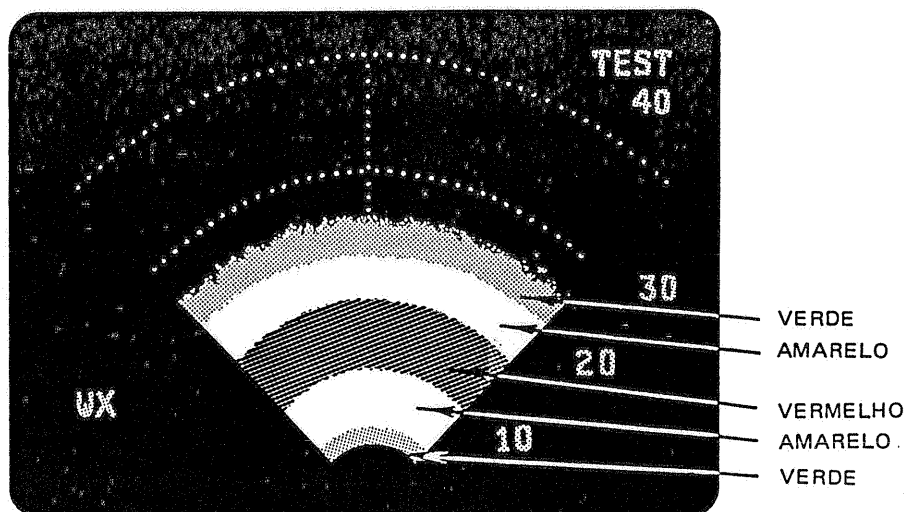

Figura 1-2. Imagem Típica de Padrão de Teste
- Verifique a indicação no vídeo. A imagem padrão para teste é para a modalidade de condições atmosféricas (Wx), com 40 milhas de alcance, um ângulo de varredura de 90° e contém todas as informações alfanuméricas para a modalidade de alcance e marcação de distância, como ilustrado na figura 1-2. A palavra "TEST" aparece no canto superior direito do vídeo.
- b) Observe a imagem. O padrão de teste aparece entre 7 ou 8 segundos após o seletor de função ter sido girado da posição "OFF" para a posição "TEST". Selecione o alcance para 40 milhas. O ponto exato do término do padrão de teste ou duração do alcance de cada cor "não é" importante. O que "é" importante é a presença das três cores distintas, na devida ordem (veja figura 1-2).
- c) Caso o indicador do seletor de função já esteja na posição ligado (ON), leve-o para a posição "TEST" e observe se o padrão de teste reflete o alcance selecionado antes de ser acionado o seletor (ex.: Se o alcance foi selecionado para 160 milhas, o padrão de teste se estenderá somente até alcançar a marca de alcance de 25 milhas).